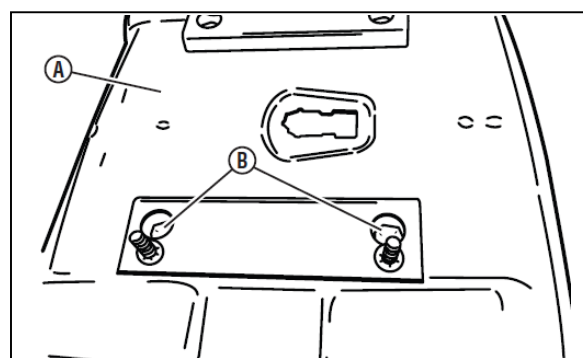

図 1-10
- B. シートブラケットをセルフタッピングフランジ・スクリュー(B)が付いたシート(図 1-10 の A)に取り付けます。